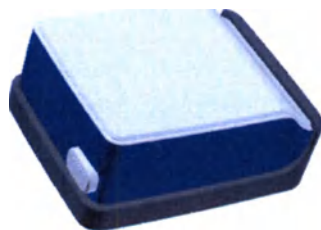

Рис. 2.1 Внешний вид прибора в сборе
4.2.1 Основной прибор в сборе с ответной частью крепления для манжет (рисунок 2.1)